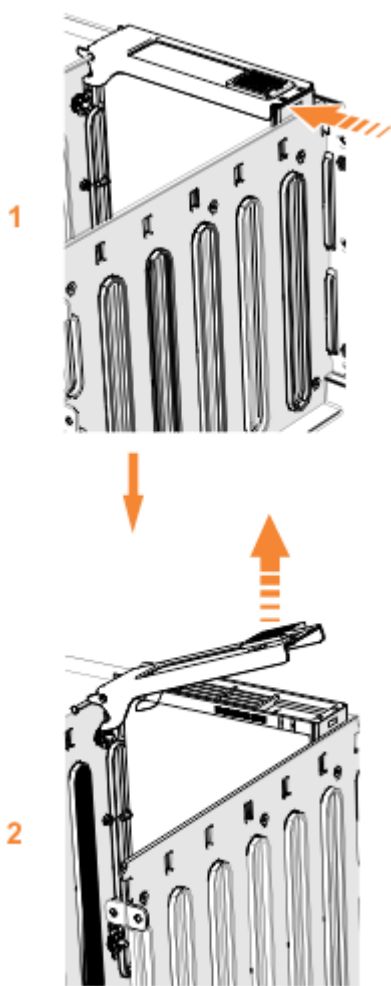

Figura 112. Remover o conjunto de unidades
5. Deslize a trava de liberação para a frente **(1)**, conforme mostrado em Figura 112 na página 101.
6. Levante a alça **(2)** para destravar a transportadora de unidade da partição, conforme mostrado em Figura 112 na página 101. Assegure-se de que a ponta inferior da trava esteja totalmente desencaixada.